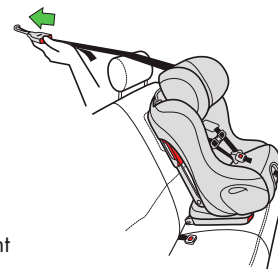

Figure 59
- Allongez la ceinture de la Courroie d'Ancrage en appuyant sur le bouton de déverrouillage sur l'Attache d'Adjustement pour le réglage tout en tirant la ceinture, tel qu'illustré dans la **Figure 59**.